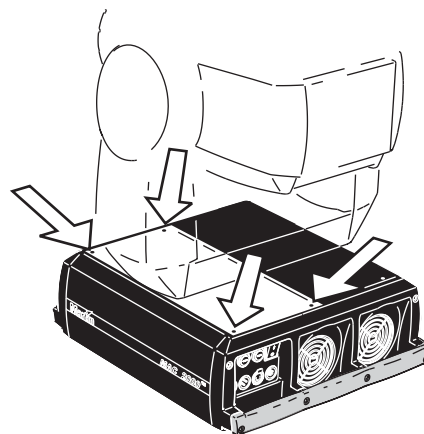

Bild 8: Stromversorgung
- 1 Trennen Sie das Gerät allpolig vom Netz. Entfernen Sie die hintere Abdeckplatte der Basis (Bild 8).